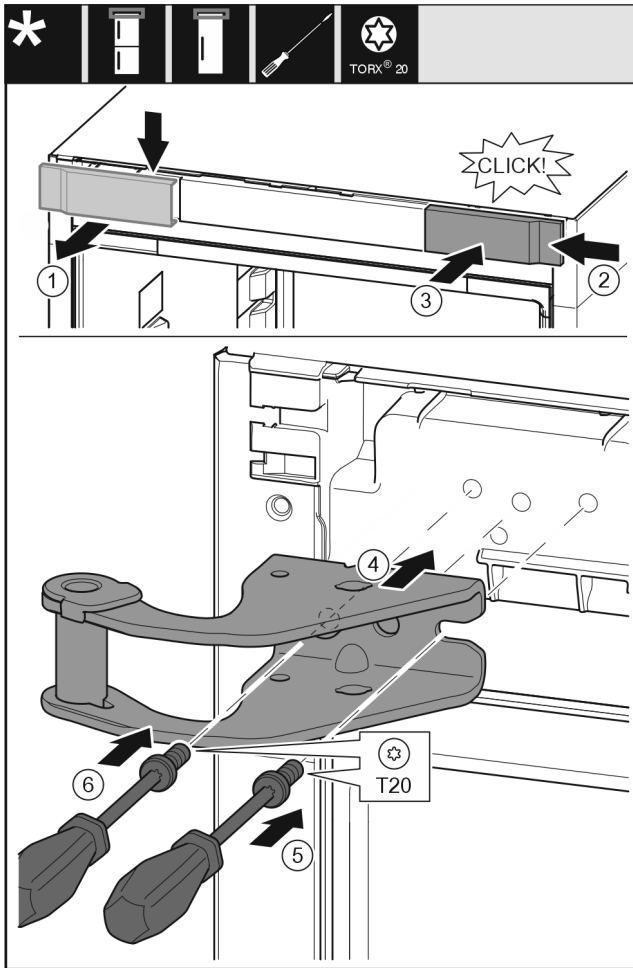

Fig. 13
- ▶ Abdeckung von oben nach vorne abnehmen. Fig. 13 (1)
- ▶ Abdeckung um 180° gedreht auf der anderen Seite von rechts einhängen. Fig. 13 (2)
- ▶ Abdeckung einrasten. Fig. 13 (3)
- ▶ Oberen Lagerbock ansetzen. Fig. 13 (4)
- ▶ Schraube mit Schraubendreher T20 ansetzen und festdrehen. Fig. 13 (5)
- ▶ Schraube mit Schraubendreher T20 einsetzen und festdrehen. Fig. 13 (6)